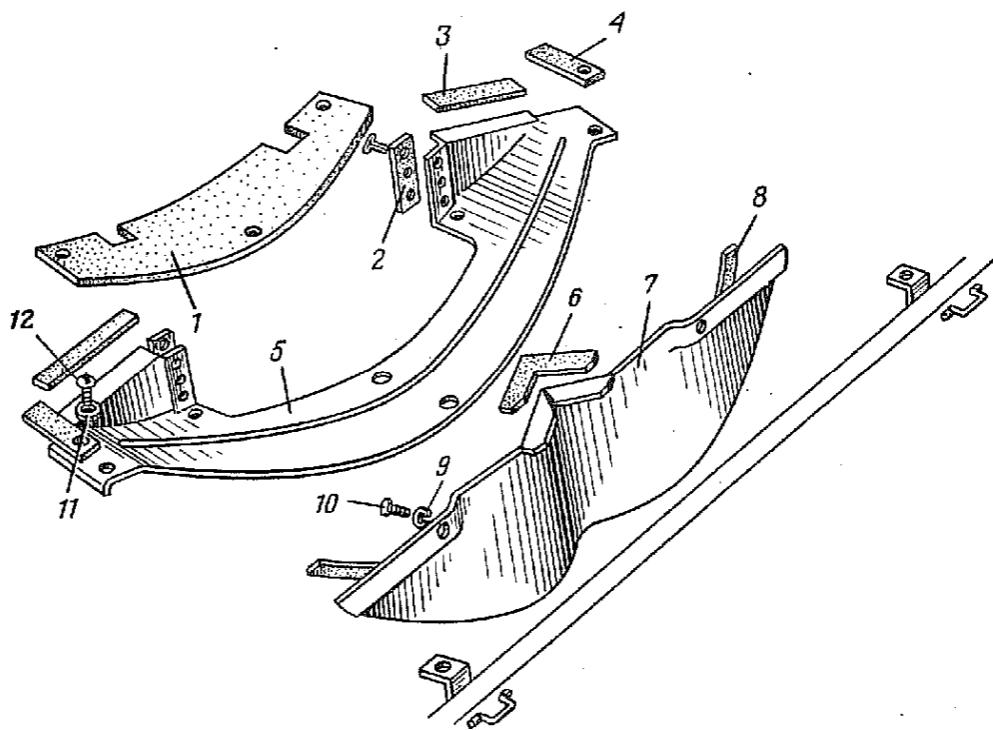

Рис. 3. Воздухоотводящий канал и рассекатель нижние:
1.8. Вывернуть болты 10 (рис. 3) и снять нижний рассекатель 7 в сборе с уплотнителями (ключ 10).
2.38. Установить нижнюю половину 5 (рис. 3) воздухоотводящего канала в сборе с уплотнителями и закрепить винтами 12 с плоскими шайбами (отвертка 150×0,5).